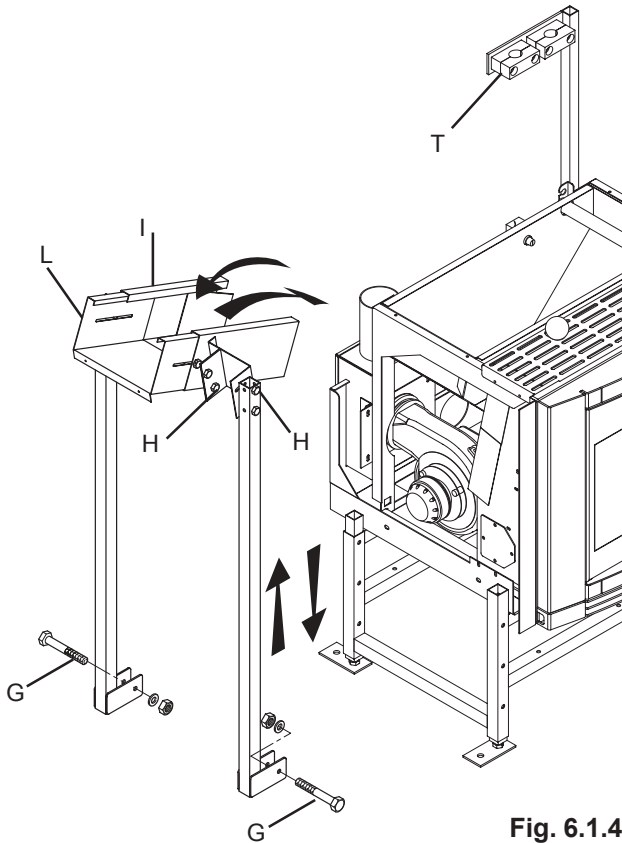

Fig. 6.1.4
Le support des tuyaux d'eau flexibles (T) doit être monté dans la partie arrière droite du poêle. (Fig. 6.1.4, Fig. 6.1.5)
El soporte de tubos flexibles de agua (T) se monta en la parte posterior derecha de la estufa (Fig. 6.1.4, Fig. 6.1.5)